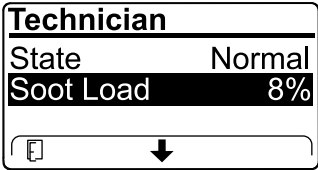

Figure 73
- Affichez la charge de suie mesurée dans le FAP sous forme d'un pourcentage (Figure 73) ; voir le tableau de charge de suie.